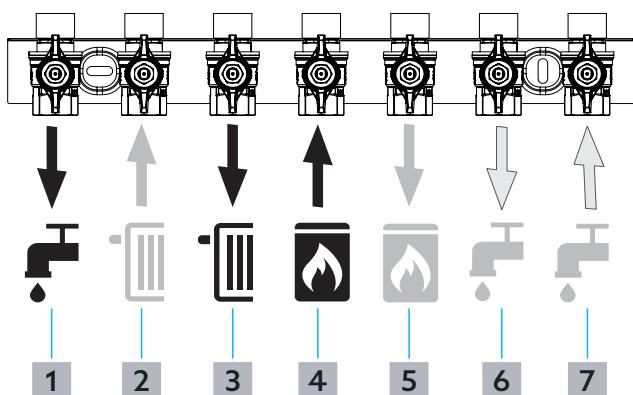

Abb. 10: Anschlussbelegung Kugelhahnanschlussset
- 3** Setzen Sie einen Dichtring (siehe Abb. 1 auf Seite 5 (7)) in ein Edelstahlwellrohr (siehe Abb. 1 auf Seite 5 (1)) und schrauben Sie das Edelstahlwellrohr an den Adapter (siehe Abb. 1 auf Seite 5 (11)) im Anschluss 3 (Heizkreis-Vorlauf) an (siehe Abb. 10 auf Seite 10).
- 5** Setzen Sie einen Dichtring in ein Edelstahlwellrohr und schrauben Sie das Edelstahlwellrohr an den Adapter im Anschluss 2 (Heizkreis-Rücklauf) an (siehe Abb. 10 auf Seite 10).